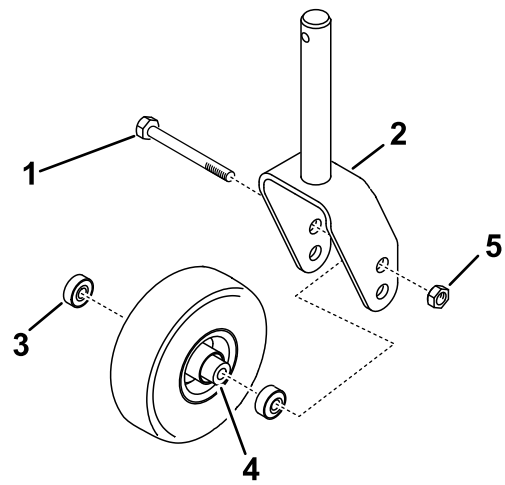

Figura 6
1. Monte as rodas giratórias na forquilha das rodas giratórias como se mostra na Figura 6.